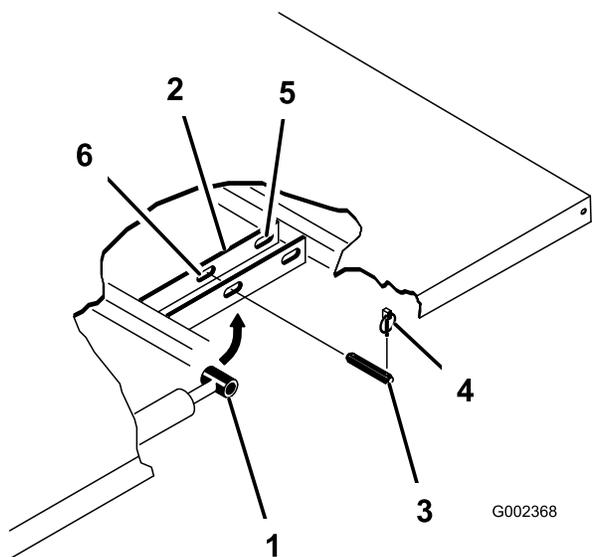

図 33
3. シリンダの外側端部からリンチピンを外す(図 33)。
4. シリンダロッドの端部を荷台取り付けプレートのスロットに固定しているクレビスピンを外す(図 33)。
5. ピボットブラケットをフレームに固定しているリンチピンとクレビスピンを外す(図 33)。